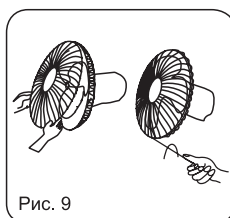

Рис. 9
3. Соедините переднюю и заднюю решетки при помощи зажима (Рис.9).